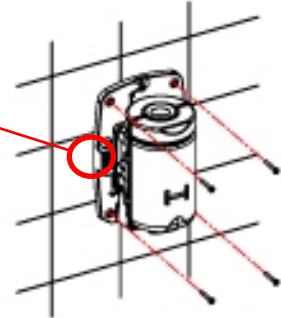

Figura 6
- Atornillar con firmeza la base del aparato a la pared (Figura 6), asegurando que los 4 silent-blocks quedan correctamente colocados entre la base y la pared.